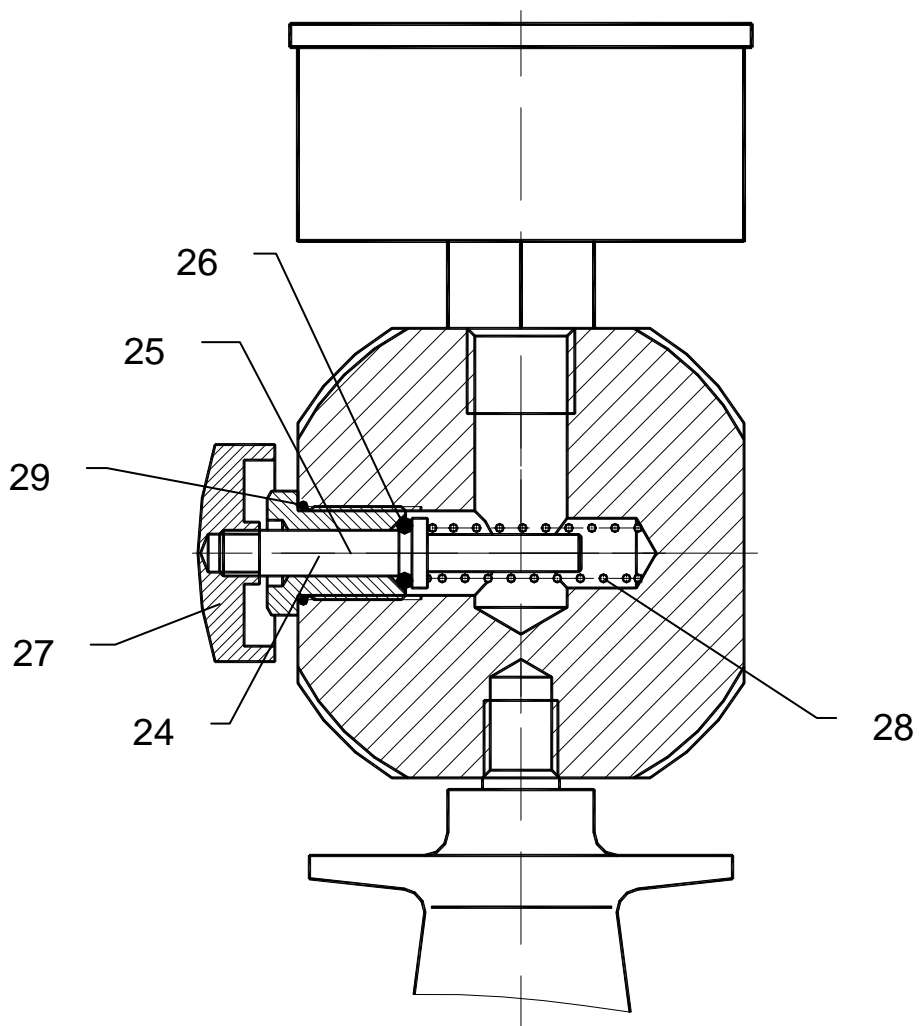

Рис. 3 Клапан подачи воздуха
Для сброса вакуума (подачи воздуха в проверяемую полость) на боковой поверхности тройника установлен клапан подачи воздуха (рис. 3), состоящий из корпуса 24, штока 25 с резиновым кольцом 26, кнопки 27 и пружины 28.
- Гаечным ключом на 14 мм и толщиной не более 3,5 мм вывернуть по резьбе корпус клапана 24 (рис. 3) и вытащить из тройника клапан в сборе и пружину 28.